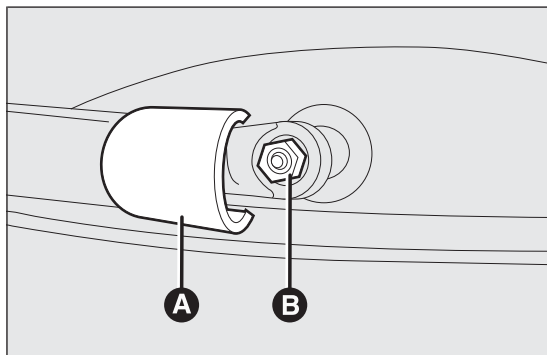

РИС. 140
- поднять крышку А РИС. 140 и снять рычаг с автомобиля, раскрутив гайку В РИС. 140, которая удерживает его на стержне вращения;